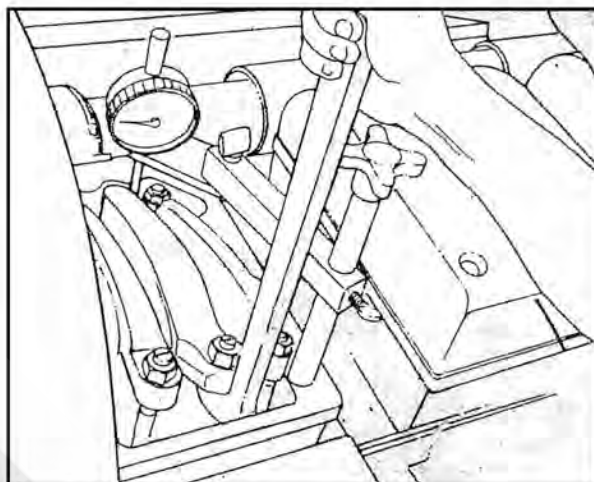

图 2-17 用 3375010 扳动摇臂
**注：**由操作者用 3375010 摇臂扳杆扳动摇臂（图 2-17），注意柱塞行程，如果柱塞行程不在表 2-4 的规定值内，则从下列第 2 步开始进行调整。